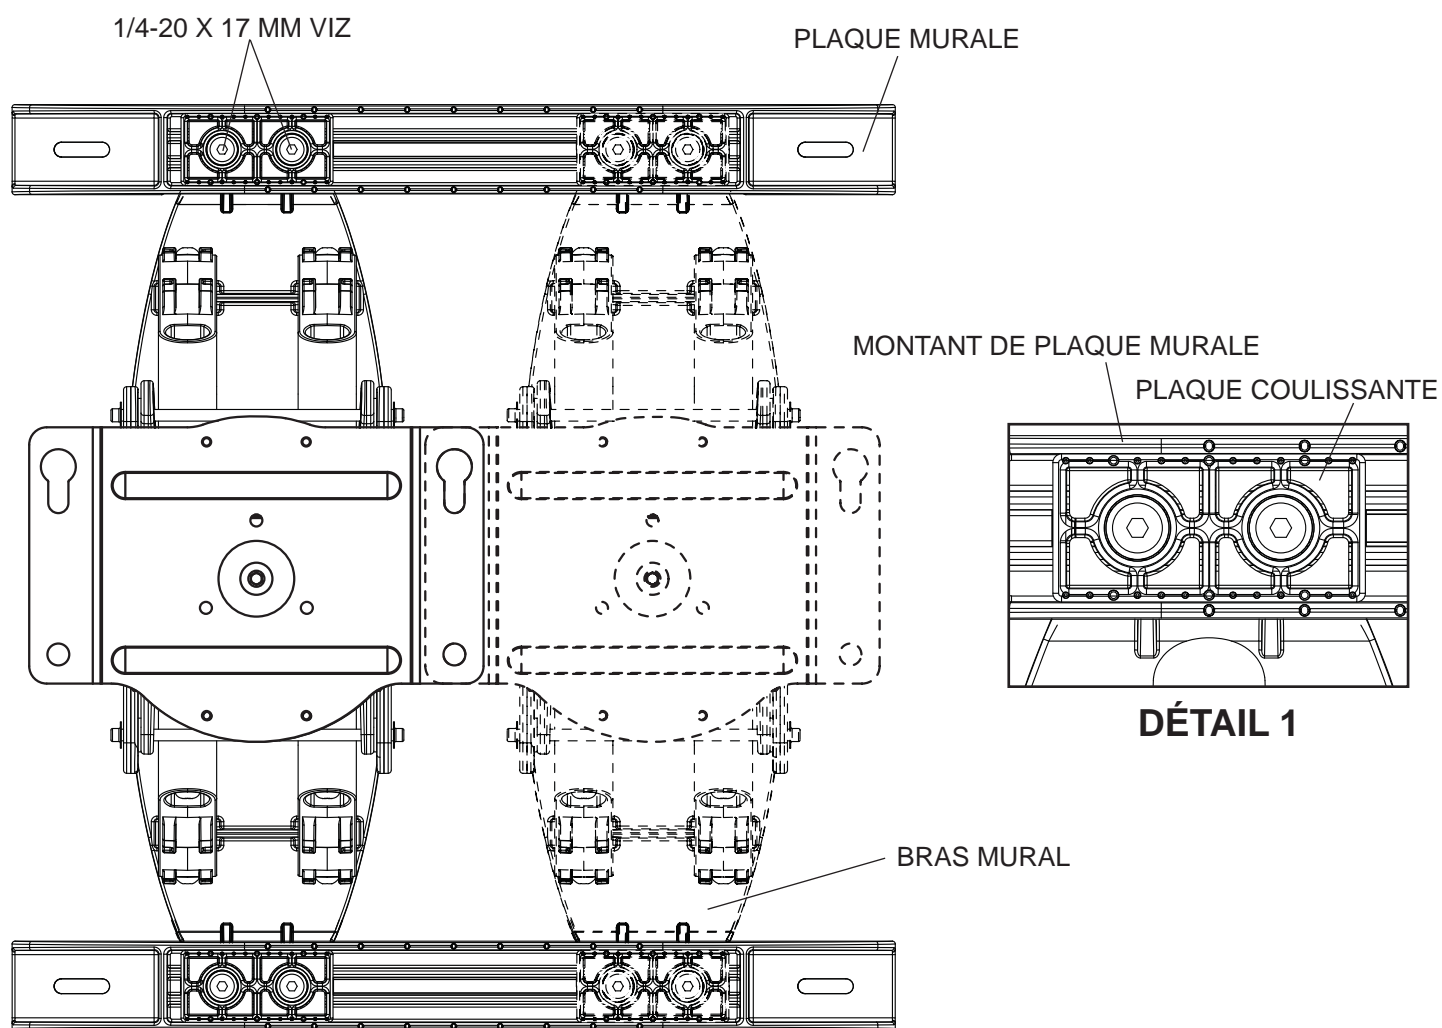

fig. 1.1
Mesurez la distance entre le centre du bras mural (A) et l'endroit souhaité pour le centre de l'écran. Desserrez quatre vis 1/4-20 x 17mm à l'aide d'une clé hexagonale de 5mm (I). Faites glisser le support mural de 4-1/2 po vers la gauche ou vers la droite, comme illustré à la figure 1.1. **REMARQUE :** Alignez les biseaux (points) de la plaque coulissante sur les biseaux (points) de la plaque murale comme illustré dans le dessin de détail 1, puis resserrez les vis 1/4-20 x 17mm.